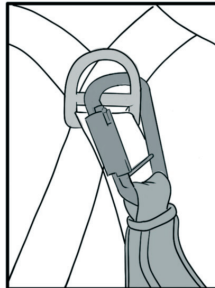

fig.2
2. Controleer of de gebruikerconnector goed bevestigd is aan het harnas voordat u werkzaamheden gaat verrichten en controleer of de spanner vastgezet is (fig. 2).